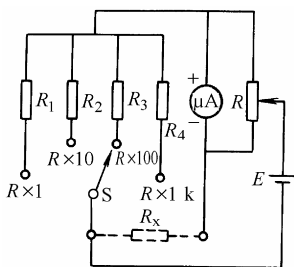

图 3-16 万用表测量
4. 万用表测量电阻的电路 如图 3-16 所示,  $E$  为万用表的内部电源 (干电池),  $R_1$ 、 $R_2$ 、 $R_3$ 、 $R_4$  为扩大量程而采用的可调电阻,  $R_x$  为被测电阻, 整个测量电阻回路接成一个桥形电路。当转换开关置于  $R \times 10$ 、 $R \times 100$ 、 $R \times 1k$  等不同位置时, 可以实现不同范围的电阻的测量。